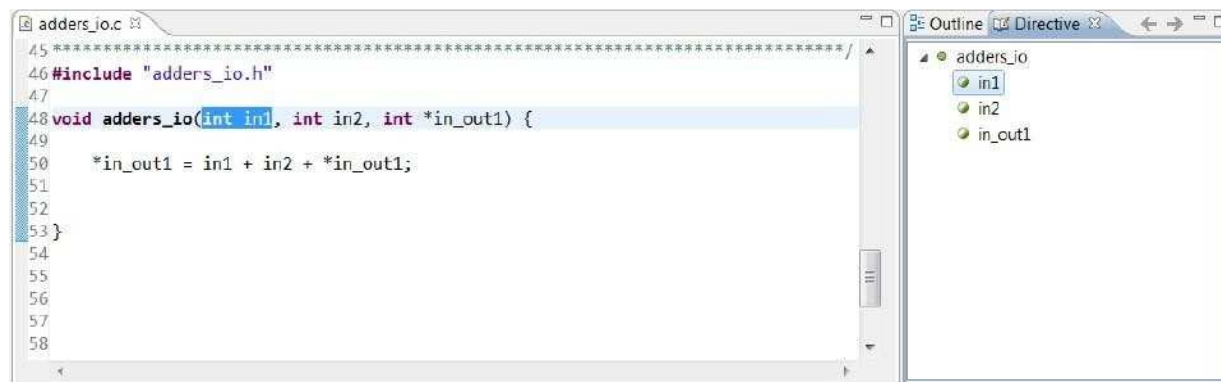

图 4-12:添加端口 I/O 协议
- 2.激活选项卡并选择 input **in1**，如图 4-12 所示。